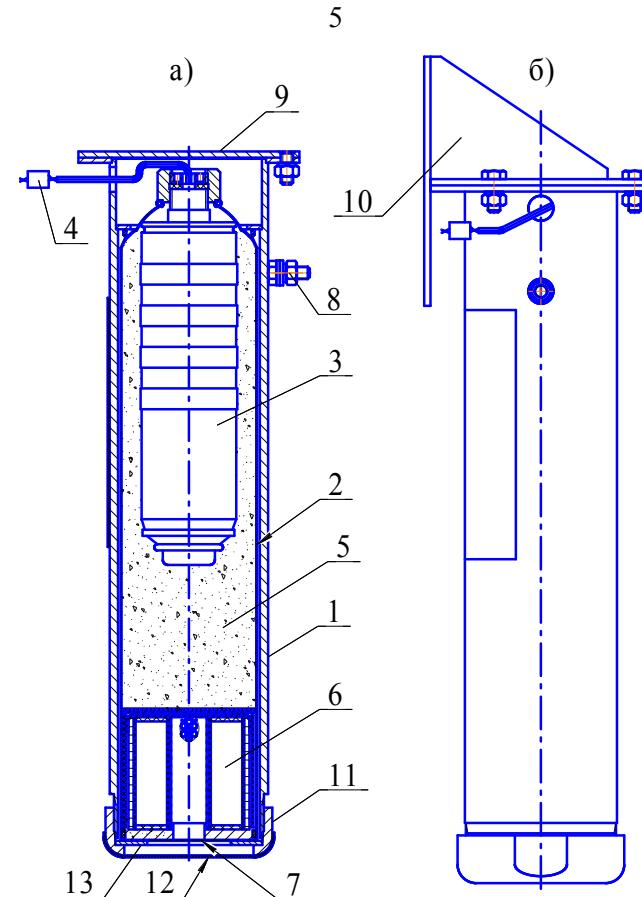

Рисунок 1
4.1.1 ГГПТ (см. рисунок 1) состоит из корпуса **1**, в котором размещен сменный картридж **2**, содержащий газогенерирующий элемент **3** с элементом электропусковым **4**. Свободный объем корпуса картриджа **2** заполнен таблетками охладителя **5**. Для очистки огнетушащего газового вещества от механических примесей в картридже установлен фильтр - сепаратор **6**. Выходное отверстие фильтра-сепаратора заглушено самоклеющейся пленкой ПВХ **7**. Генератор имеет заземляющий зажим **8**. В верхней части ГГПТ снабжен кронштейном **9** для крепления к потолочному перекрытию (рисунок 1а) или кронштейном **10** для крепления к стене (рисунок 1б). Для исключения разрушения самоклеющейся пленки ПВХ **7** при транспортировании, хранении и монтаже отверстие гайки **11** заглушено самоклеющейся пленкой **12**, которая снимается после монтажа изделия на объекте.
- отстыковать ГГПТ от кронштейна **9** или **10** (см. рисунок 1) и перенести генератор в комнату сборки;
6.2 Закрепить кронштейн **9** (см. рисунок 1а) или кронштейн **10** (см. рисунок 1б) на потолке, стене, полу или иной несущей поверхности с ориентацией ГГПТ под любым углом. Координаты крепежных отверстий в кронштейне **9** приведены на рисунке 2а, в кронштейне **10** – на рисунке 2б.
6.3 Состыковать ГГПТ с кронштейном и закрепить соединение гайками. Снять самоклеющуюся пленку **12** (см. рисунок 1) с гайки **11**.